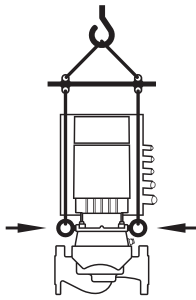

Fig. 8: Trasporto della pompa
- Il trasporto della pompa deve essere eseguito mediante dispositivi di sollevamento omologati (ad es. paranchi, gru ecc.). Fissare alla flangia del motore gli appositi occhioni di trasporto (fig. 8, qui raffigurato: dispositivo di sollevamento con albero verticale del motore).